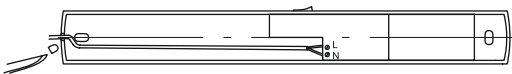

Рисунок 1
- в корпусе светильника со стороны ввода проводов питания прорежьте отверстие необходимого размера (рисунок 1);
- подключите подготовленные концы сетевого провода к клеммам L, N (рисунок 1). Затяните винты клеммного зажима;